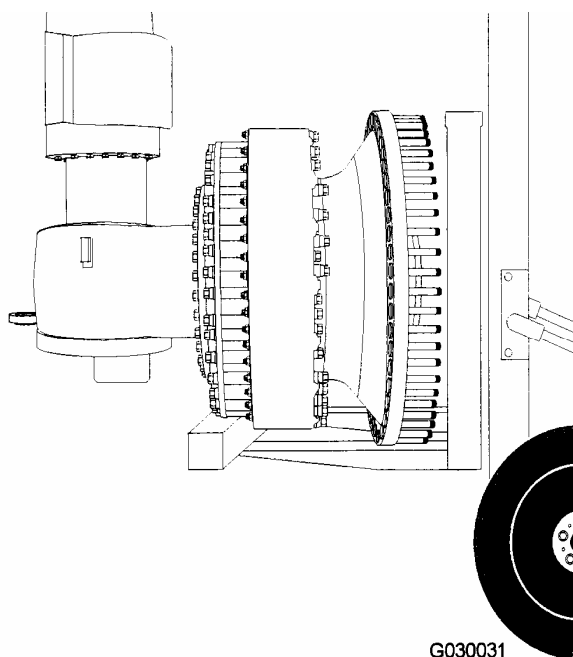

FIGURA 3-2. DESMONTAJE DEL HUSILLO Y CUBO DE LA RUEDA (TÍPICO)
8. Ubique una grúa horquilla debajo del conjunto de cubo de rueda y husillo como se muestra en la Figura 3-2. Use bloqueo si fuese necesario para mantener el conjunto nivelado.
3. Posicione el conjunto de husillo y cubo de rueda en la grúa horquilla o dispositivo de levante similar como se muestra en la Figura 3-2.